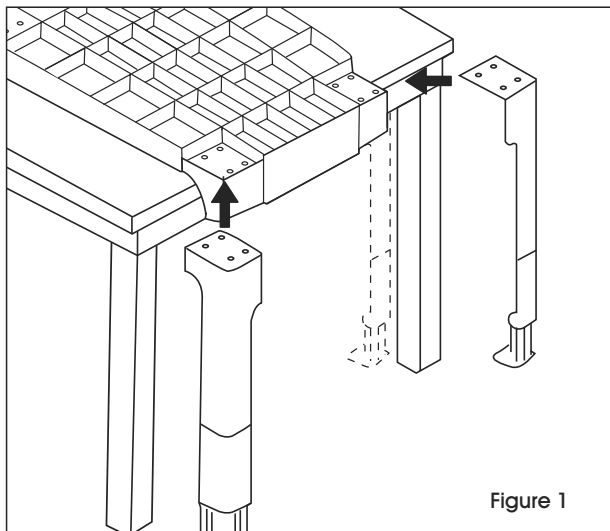

Figure 1
2. Placez un support sur chaque coin, par-dessus le bord. (Voir Figure 1)